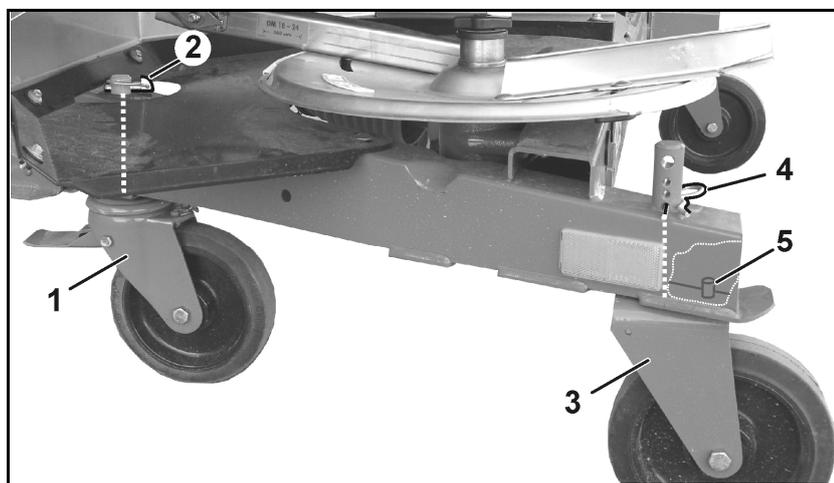

Fig. 39
5. Montez les roulettes avec frein manœuvrables à l'avant (Fig. 39/1)
- o et bloquez-les avec la goupille (Fig. 39/2),
6. Montez les roulettes fixes à l'arrière (Fig. 39/3),
- o et bloquez-les dans les alésages inférieurs avec une goupille (Fig. 39/4),
Veillez lors du montage des roulettes fixes à ce que l'axe (Fig. 39/5) soit enchâssé dans l'alésage du bâti et maintienne ainsi les roulettes dans le sens de la longueur.